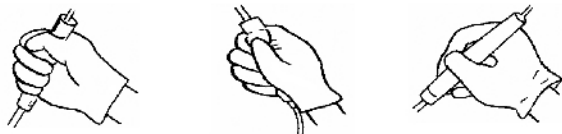

图 1-6 电烙铁的握法
(1) 电烙铁的握法。为了人体安全一般烙铁离开鼻子的距离通常以 30cm 为宜。电烙铁拿法有三种。反握法动作稳定，长时间操作不宜疲劳，适合于大功率烙铁的操作。正握法适合于中等功率烙铁或带弯头电烙铁的操作。一般在工作台上焊印制板等焊件时，多采用握笔法。如图 1-6 所示。